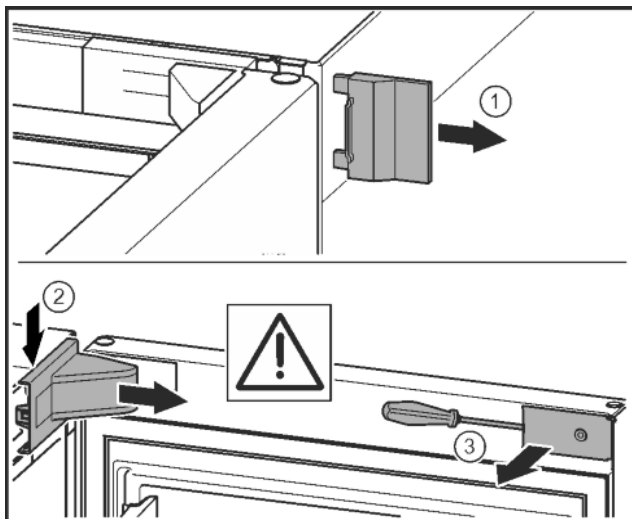

Fig. 11*
- ▶ Zdjąć zewnętrzną osłonę.* Fig. 11 (1)
- ▶ Wyczepić i poluzować osłonę płytki zawiasu. Zdjąć osłonę płytki zawiasu.* Fig. 11 (2)
- ▶ Przy pomocy śrubokręta wyczepić zaślepkę i odchylić w bok.* Fig. 11 (3)